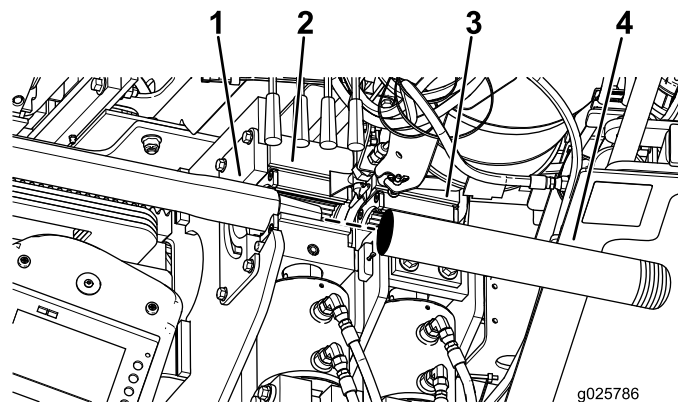

Figura 51
4. Puxe a haste de perfuração e a haste inicial pela guia de hastes até as chaves, alinhando a extremidade alargada da conexão superior da barra inicial com a chave superior (Figura 51).